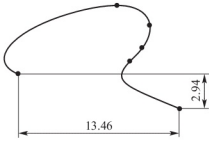

图 2.34 样条曲线绘制
- 步骤 4：在【样条曲线修改】操控板中，根据需要可进一步控制样条线的外观，结果如图 2.34 所示。